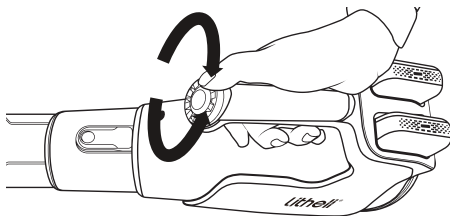

Fig. 6
- a. Mettez le souffleur en marche. Tournez le bouton de réglage de la vitesse vers la gauche ou vers la droite pour ajuster la vitesse de soufflage selon les besoins. (Fig. 6)